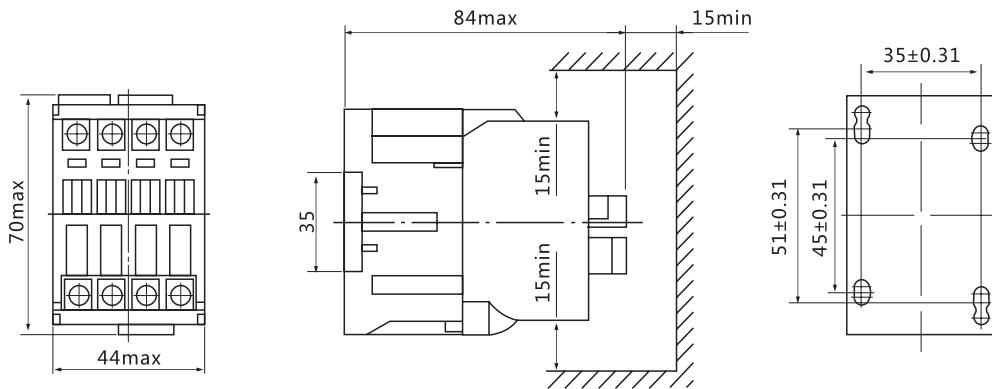
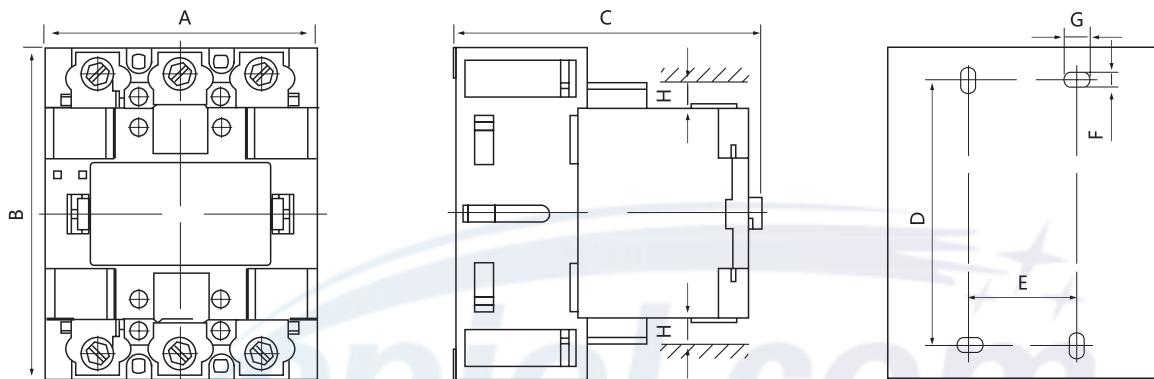

图1 CJX8-09/12/16
图6
6.1 接触器用2只螺钉并加上垫圈安装。其外形及安装尺寸见图1~图6